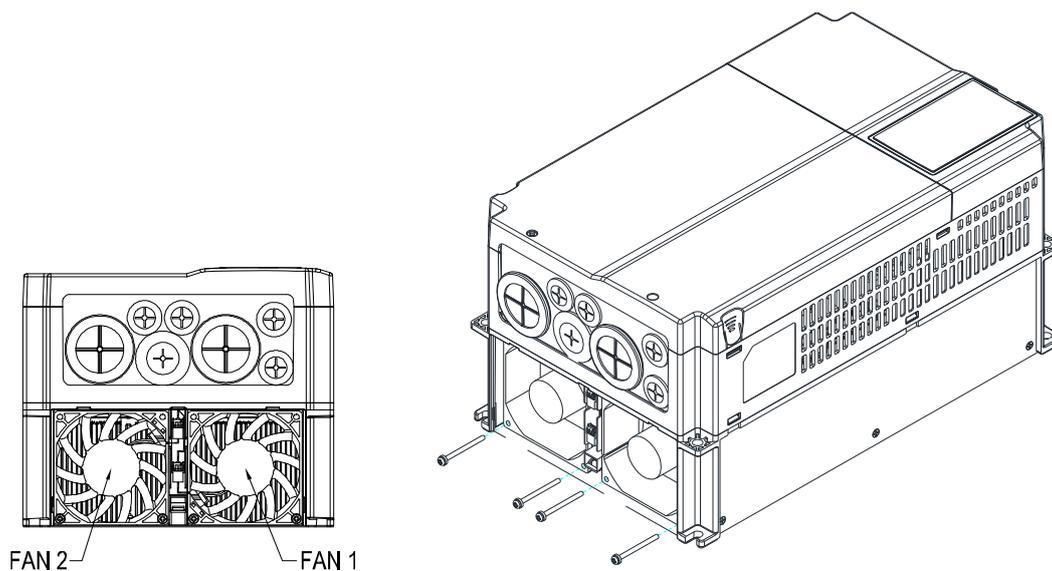

图 2
2. (如图 2) 移除电源接头，松开螺丝后取出风扇。安装时风扇标签朝机器内部。螺丝锁附扭力 10~12 kg-cm / [8.7~10.4 lb-in.] / [1.0~1.2 Nm]